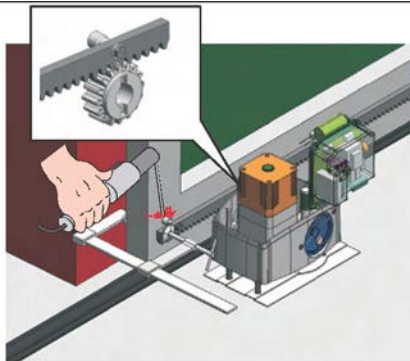

Fig. 13
3. Sprijiniți pe pinion prima bucată a cremalierii la nivel și sudați cilindrul după cum este indicat în Fig. 13.